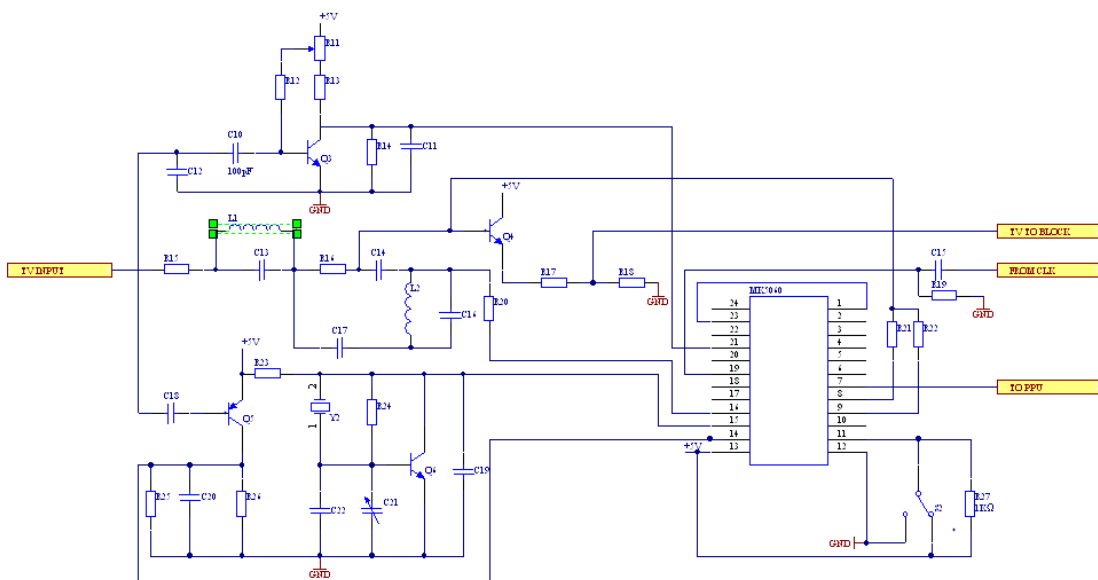

图 15-35 完成连线后的制式转换电路原理图
Step3 放置好元件后，对电容、电阻值进行设置，然后进行合理布局。布局结束后，进行连线操作。完成连线后的制式转换电路原理图如图 15-35 所示。单击“原理图标准”工具栏中的 （保存）按钮，保存原理图文件。